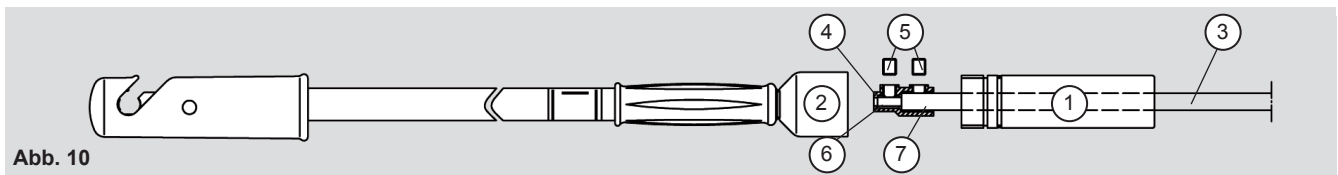

Abb. 10
10. Austausch der Klemmhülse (Bestell-Nr. 517 008 14) und der Gewindestifte (Bestell-Nr. 064 21 43) - Abb. 10